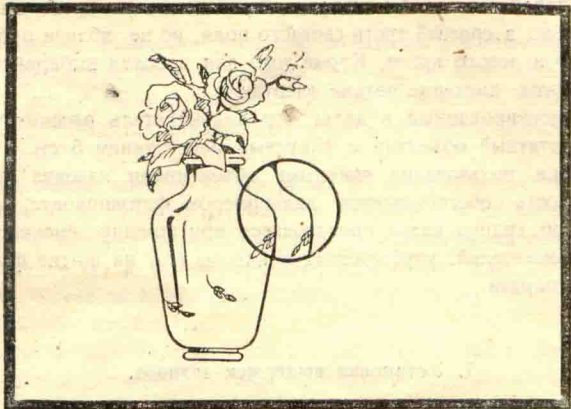

Рис. 13
В этом кружке наблюдаемый объект виден в двойном изображении (рис. 13). Вращением объектива за поводковое кольцо (13) совместите оба изображения объекта. В этом случае объектив будет точно установлен на расстояние до выбранного для съемки объекта и даст резкое изображение объекта на пленке.